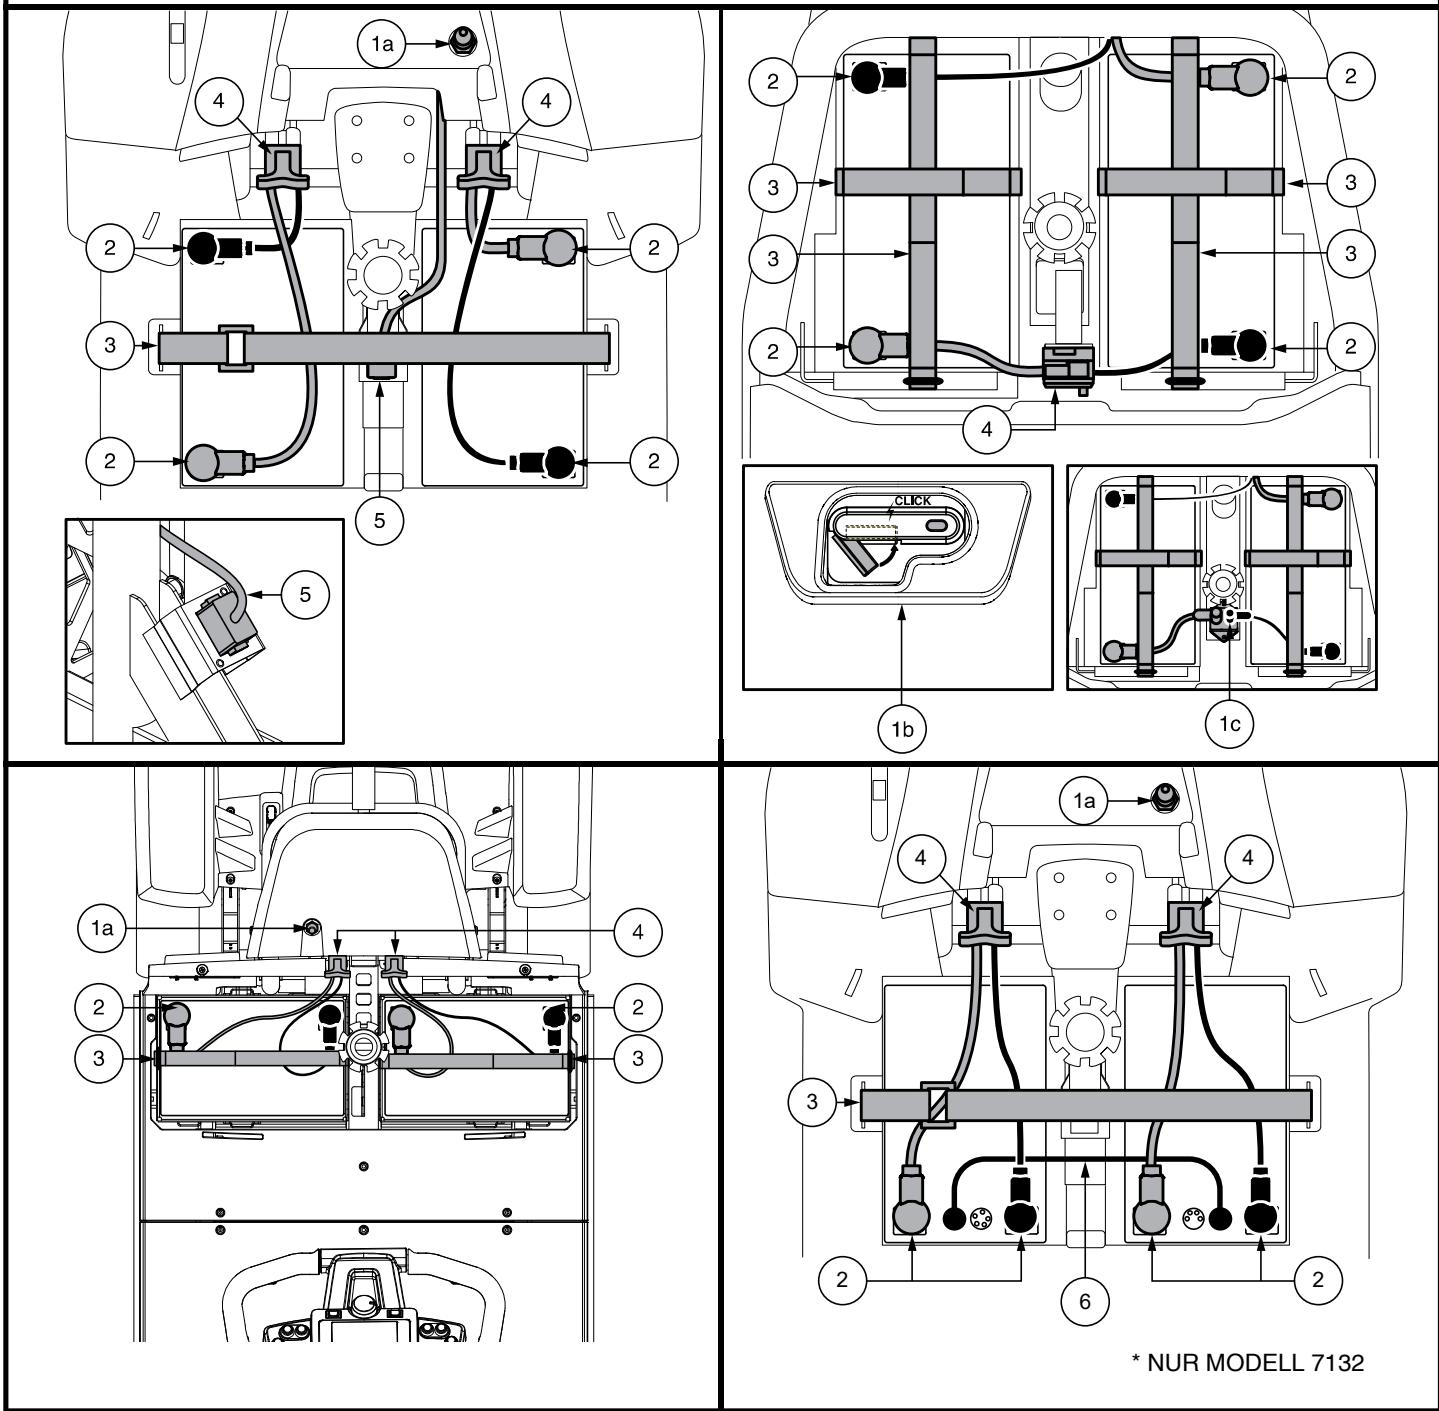

Abb. 17. Batterie Ausbau/Einbau Batteriepole und stecker
3. Bei allen Modellen AUSSER 614 und 714 ziehen Sie bitte das von vorne nach hinten verlaufende Kabel ab. Entfernen Sie beide Batteriekabel, indem Sie jedes Kabel aus seinem Gegenstecker ziehen. Siehe Abb. 17.
6. Legen Sie in jedes Batteriefach eine neue Batterie ein. Drehen Sie die Batterieklemmen jeder Batterie von der Sattelstütze weg, so dass die positiven (+) und negativen (-) Batterieklemmen wie in Abb. 17 angezeigt positioniert sind.
**HINWEIS:** Die Modelle 614 und 714 verwenden Batterieriemen, um Batterien im Batteriefach zu sichern. Bitte sehen Sie sich für Informationen zur Anbringung der Batterieriemen Abb. 17 an.